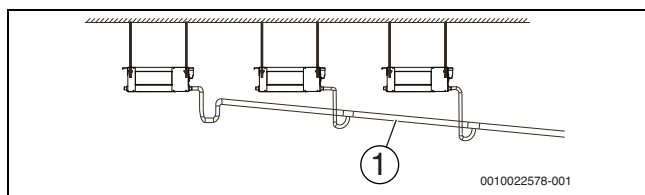
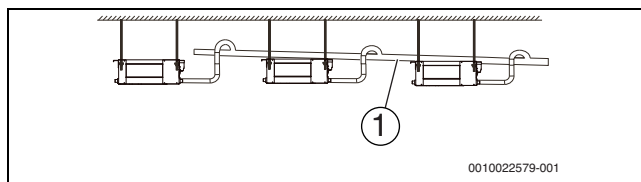

Рис. 17 Монтаж сливного трубопровода без водяного насоса
Рис. 18 Монтаж сливного трубопровода с водяным насосом
7. Установите дренажные трубы, как показано на рис. 17 (без водяного насоса) и рис. 18 (с водяным насосом). Выходное отверстие дренажного трубопровода не должно находиться выше, чем высота сброса воды; наклон трубы должен составлять не менее 1/100.